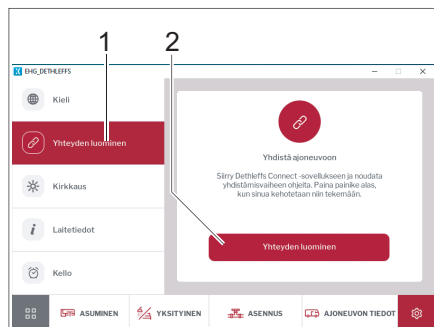

Bild 277 Anslutning med EHG-display
- Klicka på knappen *Anslutning* (Bild 277,1). En instruktion visas hur mobiltelefonen ansluts till fordonet.
- Klicka på knappen *Anslut* (Bild 277,1). Fordon och mobiltelefon är nu ihopkopplade.